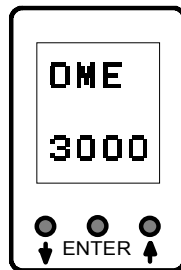

Bild 1: Anzeige des DME 3000
Beim Anlegen der Versorgungsspannung meldet sich das Gerät mit der Typenbezeichnung DME und der Softwareversion im Display (Bild 1):
- Die Bestätigung eines angewählten Parameters oder einer numerischen Eingabe erfolgt mit der ENTER - Taste (Bild 1).
Aus dem Messbetrieb wird das Parametrier-Menü durch Betätigen der ▲ / ▼ Taste erreicht. Als Schutz gegen unbeabsichtigte oder unbefugte Veränderung muss zunächst mit den ▲ / ▼ Tasten eine Codezahl eingegeben und mit ENTER bestätigt werden (Bild 1).